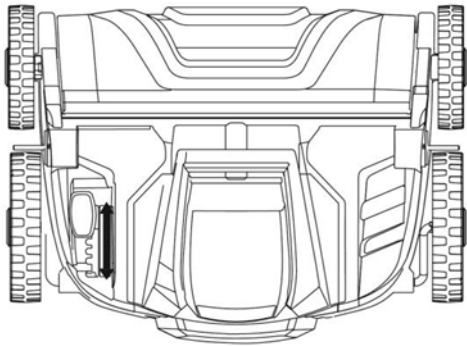

Abb.6.1
### Sostituzione del rullo (Fig. 6.1 - 6.5)
- Posizionare il dispositivo sul lato motore in una zona asciutta e allentare il dado ad alette ruotandolo in senso antiorario per aprire il fermo (Fig. 6.1 - 6.2).